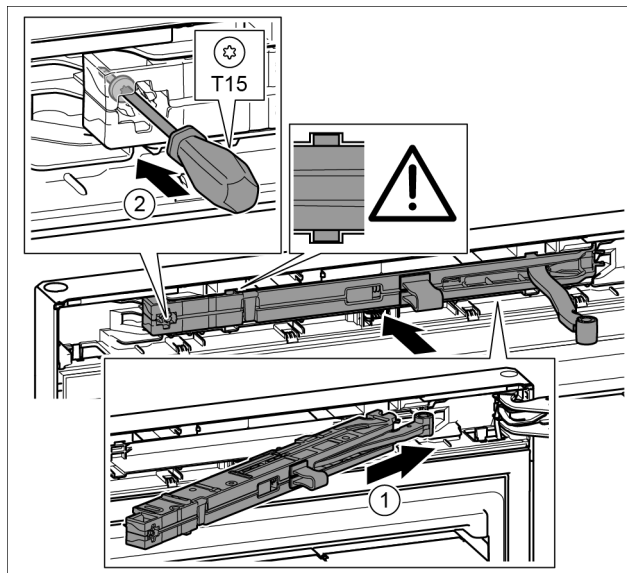

Fig. 48
- ▶ Enoto blažilnikov za zapiranje vrat na strani ležajnega podstavka potisnite v odprtino do prislona. Fig. 48 (1)
- ▶ Trdno privijte vijak z izvijačem T15. Fig. 48 (2)